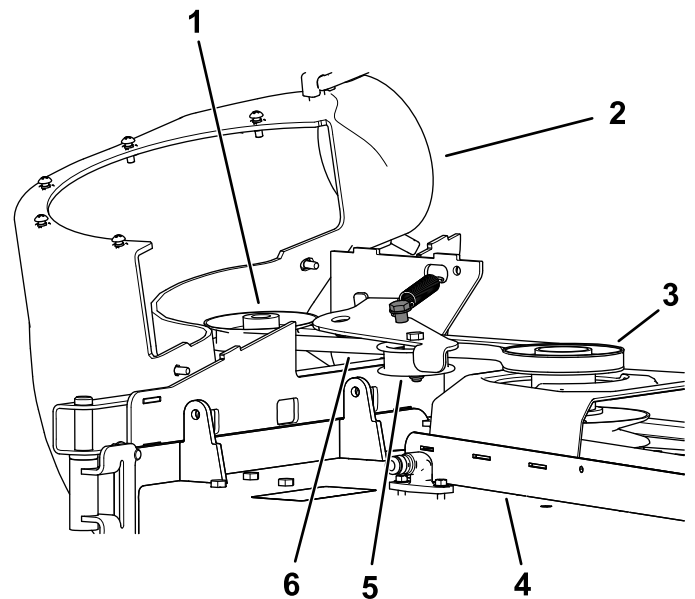

Bild 36
2. Ziehen Sie an der gefederten Spannscheibe, um die Riemenspannung zu lösen (Bild 36).
6. Legen Sie den neuen Riemen um die Riemenscheiben des Gebläses (Bild 36).
8. Legen Sie den neuen Riemen um die Mähwerkriemenscheibe (Bild 36).
9. Ziehen Sie die gefederte Spannscheibe zurück und verlegen den Riemen auf der gefederten Spannscheibe (Bild 36).